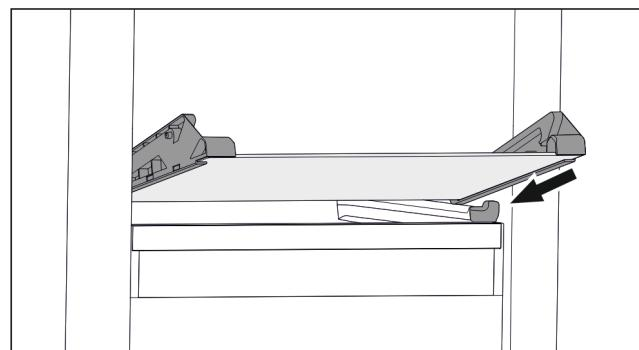

Fig. 64 Скляна пластина відкидного висувного ящика
- Встановити скляну пластину за стопорами навколо. (див. Fig. 64)